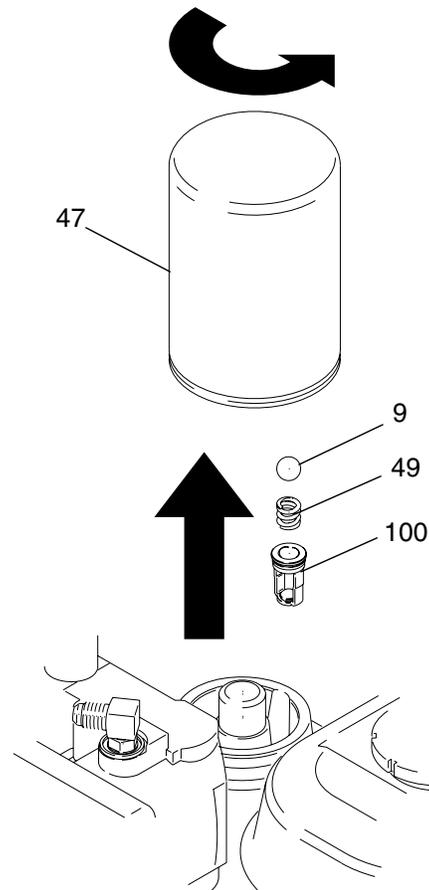

FIG. 6
1. Fig. 6. Coloque una bandeja de goteo o paños debajo del pulverizador para recoger el drenaje de aceite hidráulico.
2. Retire el tapón de drenaje (40). Espere hasta que el aceite hidráulico se drene.
3. Desenrosque lentamente el filtro (47) – el aceite pasa a la ranura y se drena por la parte trasera.
4. Retire y vuelva a colocar la bola (9), el muelle (49) y el retén (100).